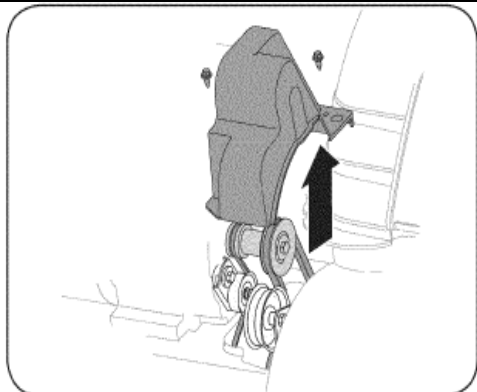

Рис. 24
2. Отверните 2 самореза, крепящих пластиковый кожух ремня в передней части двигателя, и снимите его. См. Рис. 24.